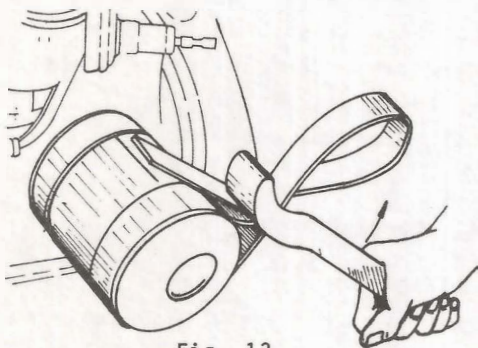

Fig. 13
PASO 1: Retire el filtro de aceite del motor, aflojándolo con una llave de palanca (fig. 13).